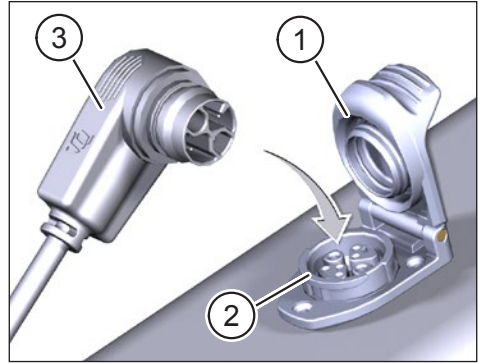

Fig. 2: Geïntegreerde Battery opladen
- ▶ Klap het deksel (Pos. 1 in Fig. 2) op de laadpoort (Pos. 2 in Fig. 2) in het fietsframe open.
- ▶ Zet de laadstekker (Pos. 3 in Fig. 2) van de Charger zo uit dat de stekercodes van de laadstekker en de laadpoort met elkaar overeenkomen (zie Fig. 2).